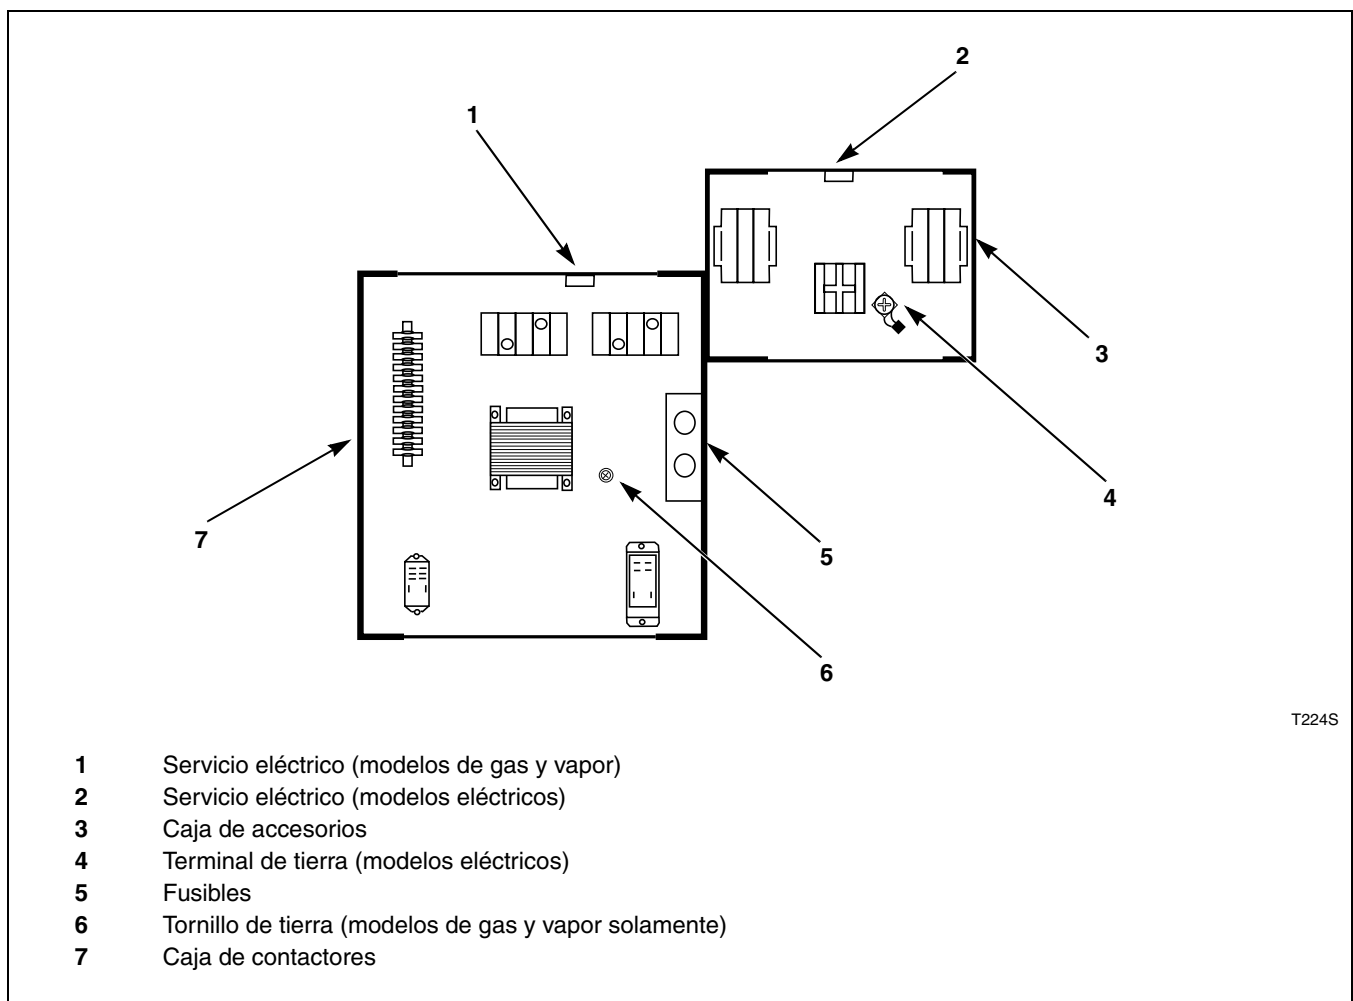

Figura 16
2. Conecte los cables encapsulados en el conducto al interruptor general o el disyuntor. Conecte los cables al terminal correspondiente del bloque de terminales. El cable de tierra debe conectarse a la conexión a tierra según se muestra en la *Figura 16*.